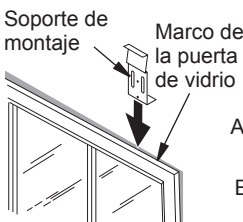
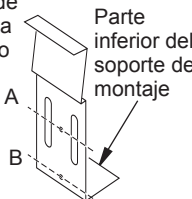
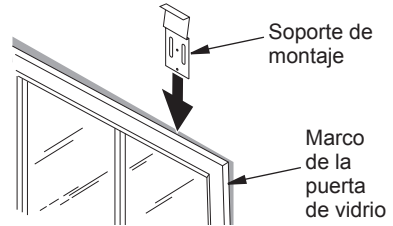

Figura 5 - Ubicación del soporte de montaje
Figura 6 - Soporte de montaje
Figura 7 - Ubicación del soporte de montaje para marcos anchos
- Afloje las abrazaderas que sostienen el marco de la puerta de vidrio a la chimenea. Introduzca los soportes de montaje detrás del marco de la puerta de vidrio (consulte la figura 5). Los soportes deben ir cerca de los extremos horizontales del marco de la puerta de vidrio. *Nota:* si el marco es muy ancho, la parte inferior del soporte de montaje no va quedar debajo del dintel (superior) de la chimenea. Si ese es el caso, recorte el soporte de montaje en el punto "B" (consulte la figura 6). Deslice el soporte de montaje en el marco de la puerta de vidrio (consulte la figura 7).
1. Recorte el soporte de montaje en el punto "A" (consulte la figura 6, en la página 2).